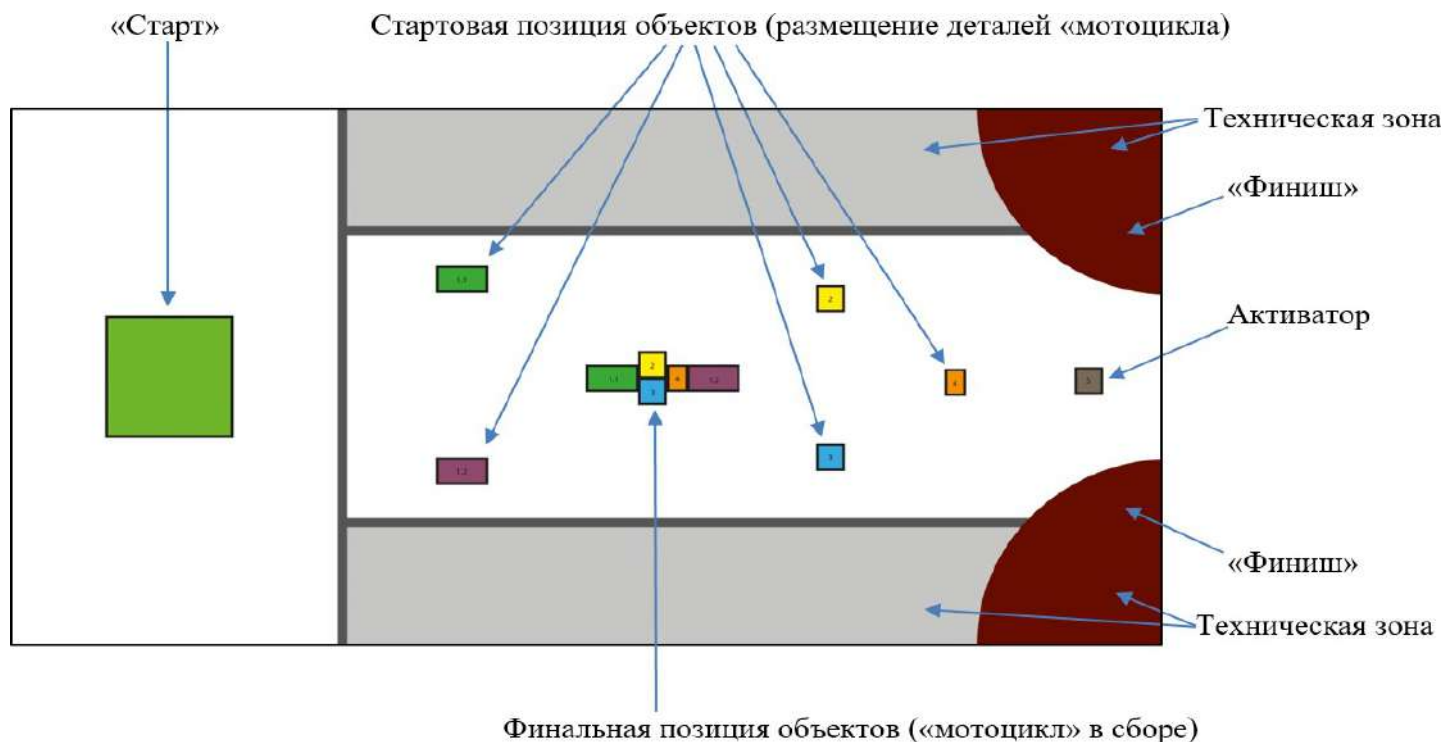

Рис.1
## Схема размещения зон и соревновательных объектов на поле (рис. 1):
Стартовая позиция объектов. Перед выполнением задания все объекты (элементы мотоцикла) размещены *отдельно по краям* поля на отметках 1.1; 1.2; 2; 3; 4 (см. рис. 1).
1) «собрать мотоцикл», т.е. все элементы, которые размещены на поле («Цех») отдельно, требуется расположить *в центре* поля в зонах под соответствующими номерами 1.1; 1.2; 2; 3; 4 (см. рис. 1)